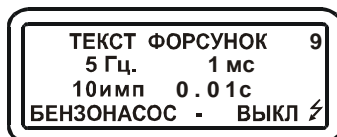

Рис. 28. Тест форсунок.
9. Нажмите клавишу «ENTER». На дисплее прибора отобразится название теста, частота, длительность и количество импульсов в серии, а также суммарное время открытия форсунки. В нижней строке дисплея индицируется текущее состояние бензонасоса (Рис. 28). Включите зажигание.